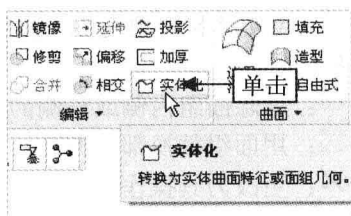

图 10-86 单击“实体化”按钮
Step 02 在“功能区”选项板的“模型”选项卡中，单击“编辑”面板中的“实体化”按钮, 如图 10-86 所示。